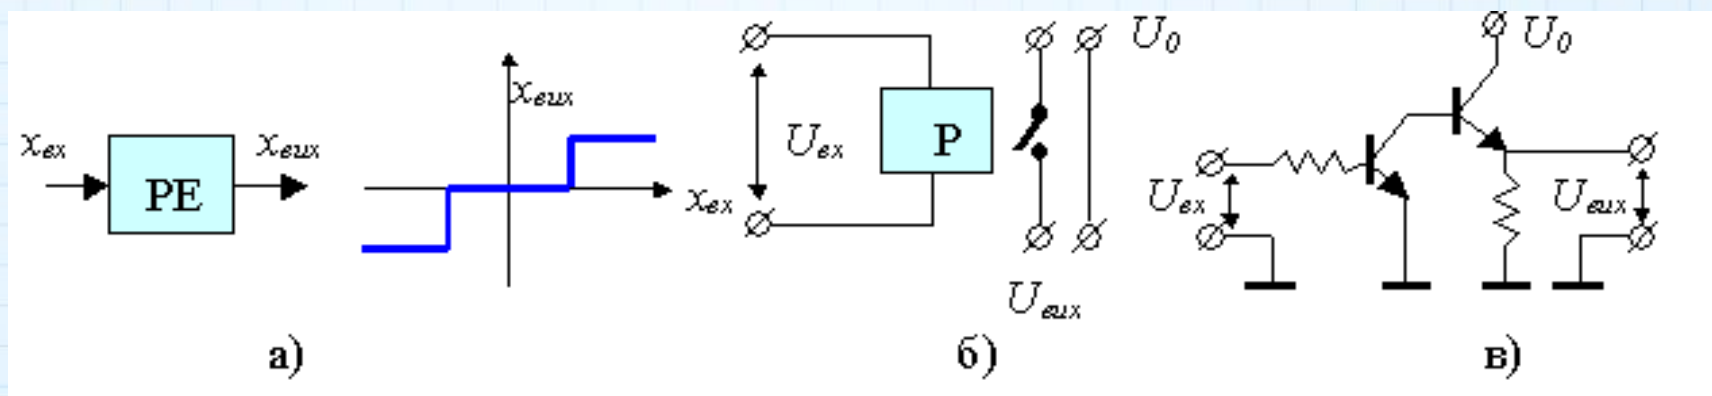

Рис.1. Релейні елементи: а) – схематичне зображення та характеристика; б) – електромагнітне реле; в) – транзисторний ключ
Релейні системи, побудовані на релейних елементах (рис. 1, а). Найпростішим релейним елементом є електромагнітне реле (рис. 1, б). При збільшенні вхідної напруги до певної величини реле спрацьовує і на виході з'являється напруга $U_{вих} = U_0$.
- Використовують також безконтактні релейні елементи, наприклад, транзисторні ключі, у яких при подачі керуючого (вхідного) сигналу опір змінюється стрибком (рис. 1, в). Якість такого ключа характеризується відношенням опору в закритому стані до опору у відкритому стані. Ця величина може сягати 10^6 , тому чутливість електронних ключів значно перевищує чутливість електромагнітних реле.